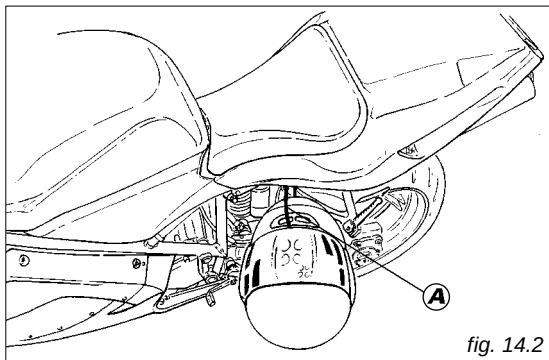

fig. 14.2
Inserire la chiave nella serratura (1) e ruotarla in senso orario. Tirare moderatamente verso l'esterno il codone (2) dalla parte posteriore e sollevarlo fino ad appoggiarlo al serbatoio carburante. Nella parte posteriore del vano sotto la sella si trova il cavetto portacasco (vedi pag.36). Far passare il cavetto (A) nel casco ed inserire nel gancio le estremità del cavo. Il cavetto va fatto passare sotto il telaio dal lato sinistro. In qualsiasi altra posizione il cavetto impedirà la chiusura della sella. Lasciare appeso il casco (fig.14.2) e rimontare la sella per fissarlo.